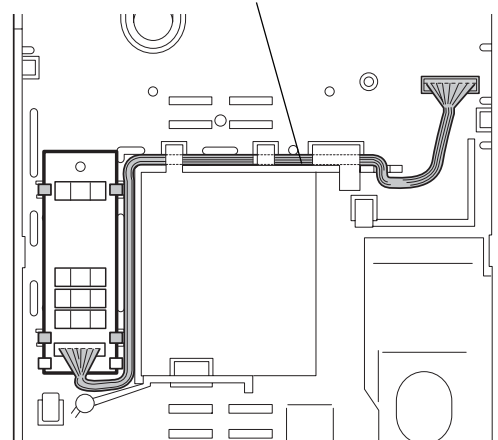

Figura 15
1. Guíe los apeos en lugar. (Véase la Figura 15.)